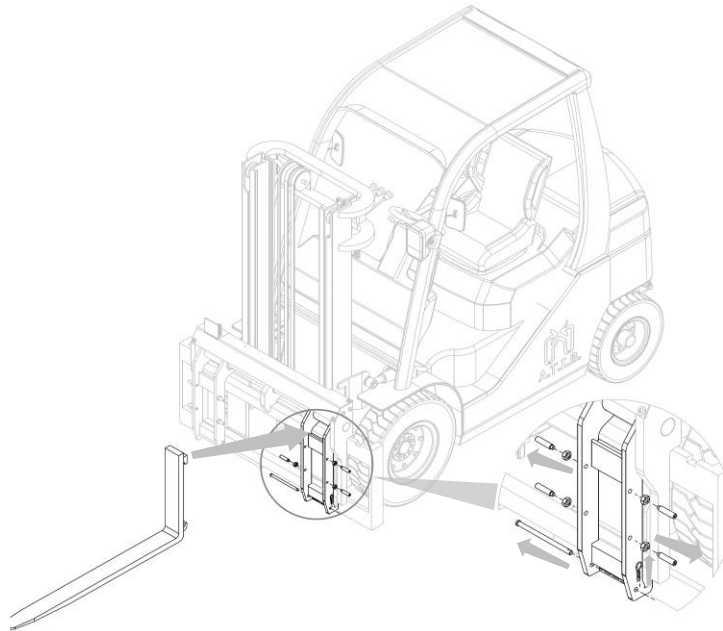

Abbildung 9
1. Bringen Sie die Gabelzinken an, nachdem Sie die Gabelzinkenfeststeller vom Futter abgeschraubt und die Innenstifte (siehe Punkt Befestigung der Gabelzinken) zum Befestigen der Gabelzinken entfernt haben (siehe Abbildung 9).